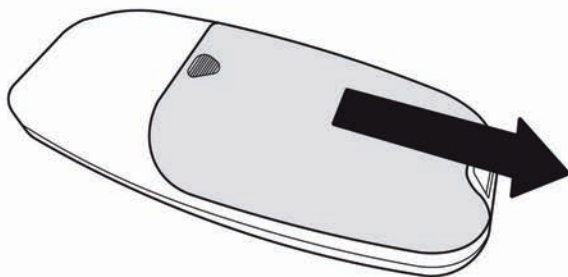

Fig. 15
Pour finaliser l'installation électrique, fixez le câble de données (4) entre les ports appropriés (Fig. 15.DAT) dans les unités de contrôle électronique (2). Assurez-vous qu'il est bien en place.